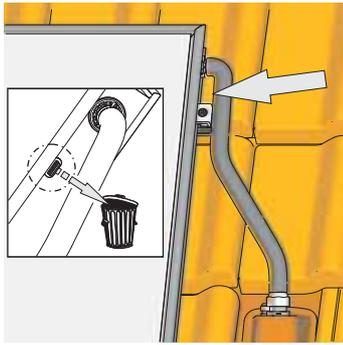

Figure 3-45 Etape 1
1. Retirez le bouchon du capteur (Figure 3-45).